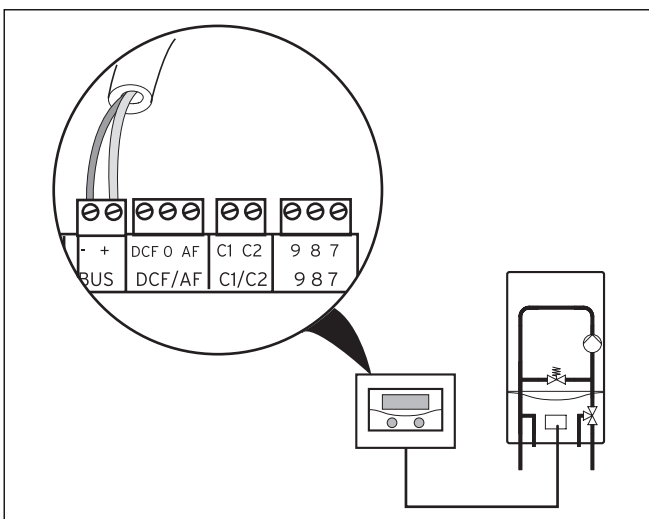

Abb. 4.2 Anschluss des Heizgerätes
- Nehmen Sie die Anschlussverdrahtung des Heizgerätes entsprechend Abb. 4.2 vor. Die eBUS-Leitung (mindestens 2x 0,75 mm²) muss bauseits gestellt werden.